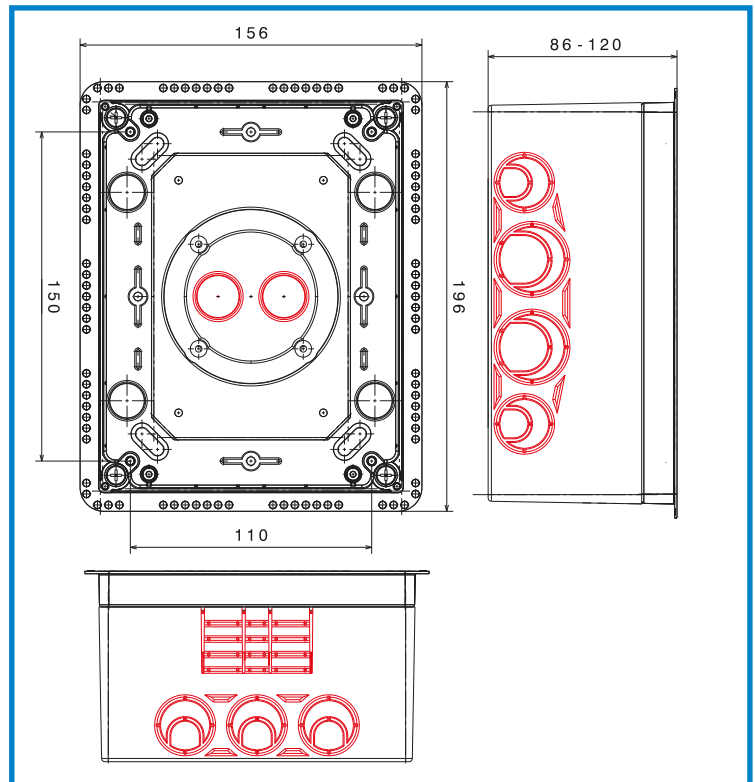
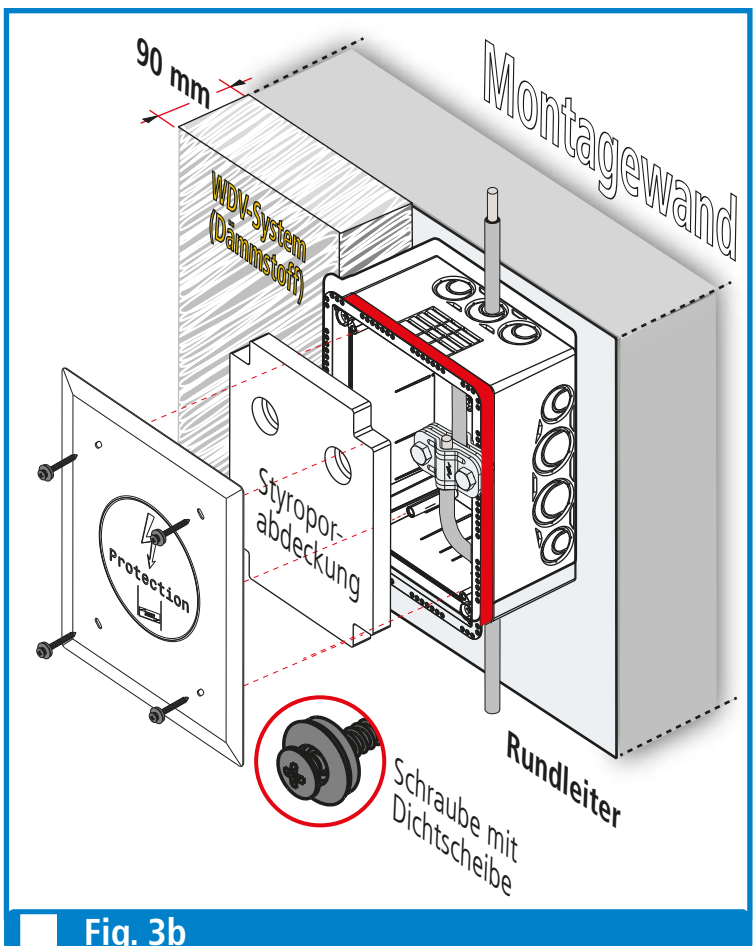

Fig. 3a
Fig. 3b
Die Leitungsführung, **in** sowie **aus** dem Trennstellenkasten, kann individuell von oben, unten, sowie auch von beiden Seiten ggf. von hinten erfolgen (siehe Fig. 3a u. Fig. 3b).
Die im Lieferumfang enthaltene Styropor-Abdeckung aus Styropor dient zum Schutz der gesamten Trennstelle vor Verschmutzung im weiteren Verlauf der Arbeiten, Aufbringen des Edelputzes etc. (siehe Fig. 3b).
**Diese fachgerechte Einbindung liegt im Verantwortungsbereich der Fachfirma für das WDV-System (siehe Fig. 3b)!**